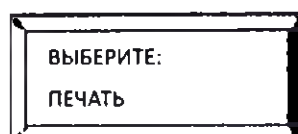

Рисунок 11. Сообщение
- На дисплее появится сообщение (рисунок 11):